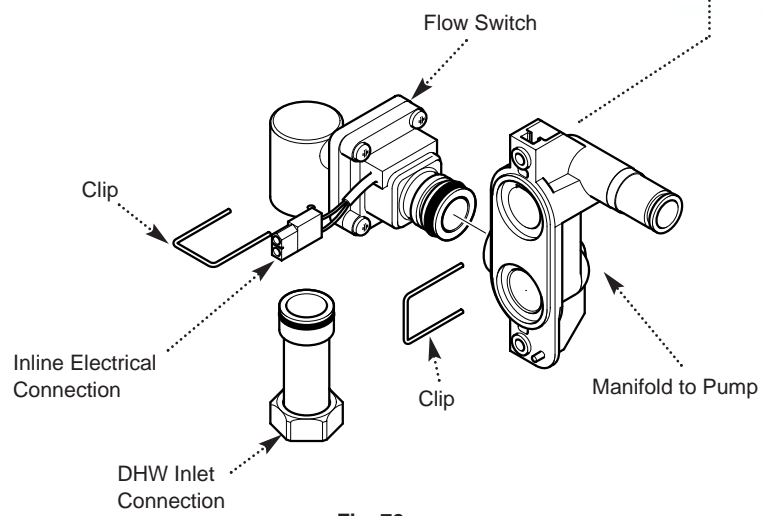

Fig. 72
13.15 DHW Flow Switch (Fig. 72)